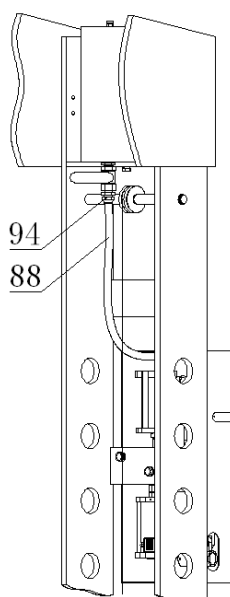

Figure 3
Branchez le tuyau d'huile (88) dans la connexion 1/2 "(94) (voir la figure 3). Une fois le tuyau d'huile est raccordé, ouvrir la vanne du réservoir d'huile pour permettre l'écoulement de l'huile et de contrôler les fuites